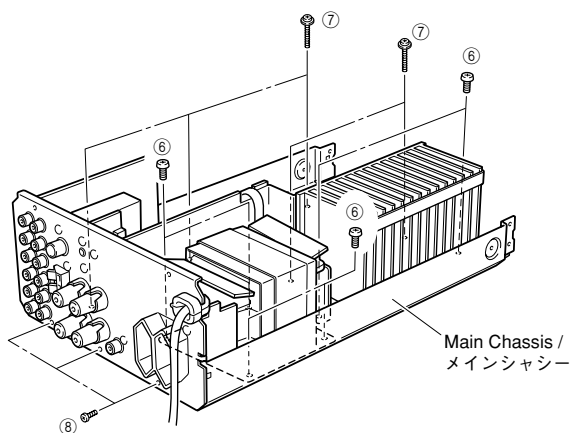

Fig. 3
- Remove 6 screws (⑥) in Fig. 3.
- Remove 5 screws (⑦) in Fig. 3.
- Remove 3 screws (⑧) in Fig. 3.
- ⑥のネジ6本を外します。(Fig. 3)
- ⑦のネジ5本を外します。(Fig. 3)
- ⑧のネジ3本を外します。(Fig. 3)